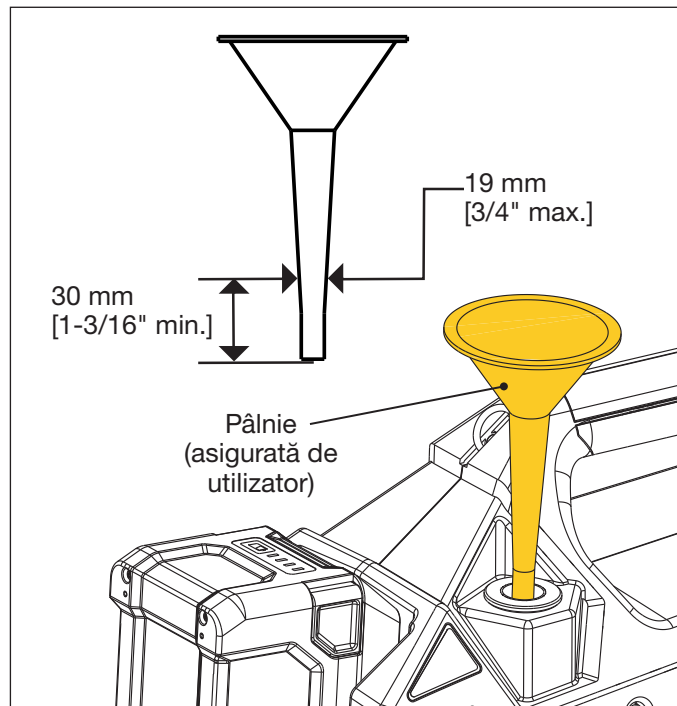

Figura 13: Adăugarea uleiului folosind pâlnia
4. Amplasați o pâlnie (maximum 19 mm [3/4"] diametru exterior tijă și cel puțin 30 mm [1-3/16"] lungime) prin orificiul de umplere și în tubul de umplere cu ulei. Consultați Figura 13.